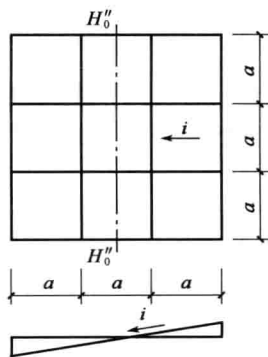

图 1-3 单向泄水坡度的场地
(1) 单向泄水时的设计标高计算。将已调整的设计标高 H''_0 作为场地中心线(与排水方向垂直的中心线)的标高,如图 1-3 所示。场地内任意一点的设计标高为: